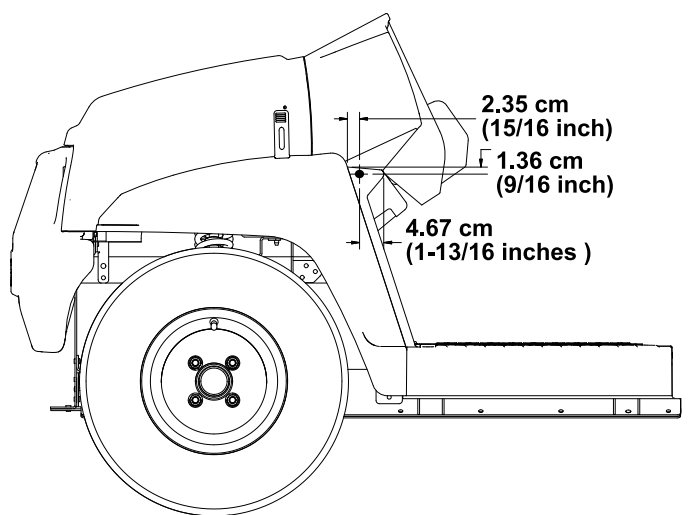

图24
2. 使用图24中所示的尺寸在机器左右侧的脚踏板外侧钻1个孔5/16英寸。